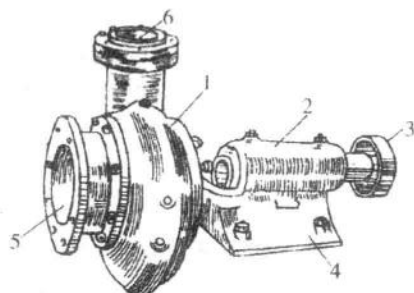

图 1-4 单级单吸离心泵外形
(1) 单级泵。如图 1-4 所示, 泵内装一个叶轮, 结构简单, 扬程较低。
(1) 单吸泵。如图 1-4 所示, 水从叶轮的一面进入, 流量较小。